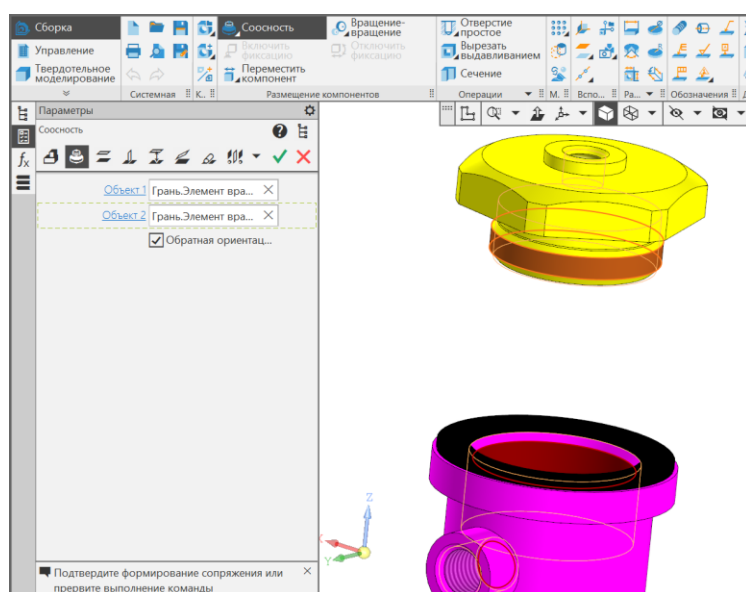

Рис. 20 Сопряжение «Соосность»
- **Сборка – Размещение компонентов – Сопряжения – Соосность** (рис. 20): Объект 1 (Стакан) – Грань. Элемент вращения: 2. Объект 2 (Крышка) – Грань. Элемент вращения: 1.